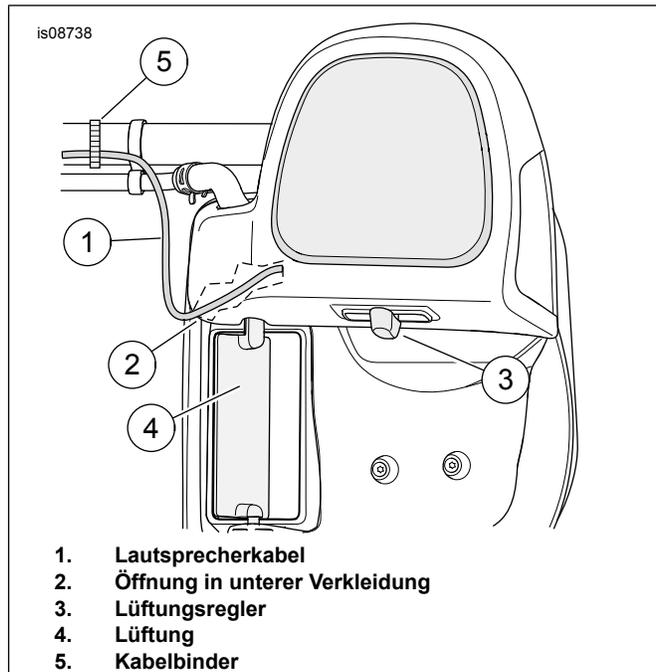

Abbildung 1. Lautsprecherkabelführung
5. Siehe Abbildung 1 >. Das Kabel durch die kleine Öffnung (2) führen. Darauf achten, dass das Kabel nicht die Lüftung (4) und den Lüftungsregler (3) berührt.